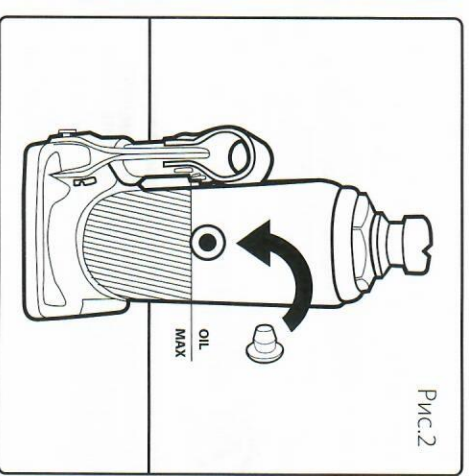

Рис.2
4. Заполните резервуар гидравлическим маслом до нижнего края маслозаправочного отверстия (какой вид масла следует заливать в домкрат см. раздел Условия эксплуатации). См. Рис.2.